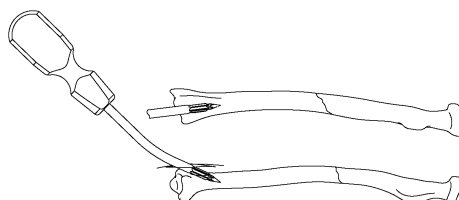

図 14
- 1) 骨折部を整復後、橈骨ロッド用オウルにて橈骨遠位部の背側骨面を開創します。(図 14)